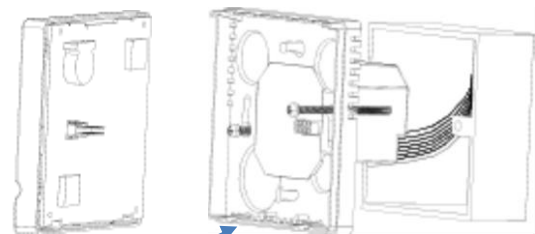

Bild 1
- Der Regler besteht aus einem Ober- und Unterteil. Zum Öffnen des Gerätes führen Sie den Schraubendreher in die unteren Nuten (s. **Bild 1** Pfeile) und hebeln vorsichtig das Gerät aus der Verankerung ohne die Kunststoffnippel zu beschädigen.